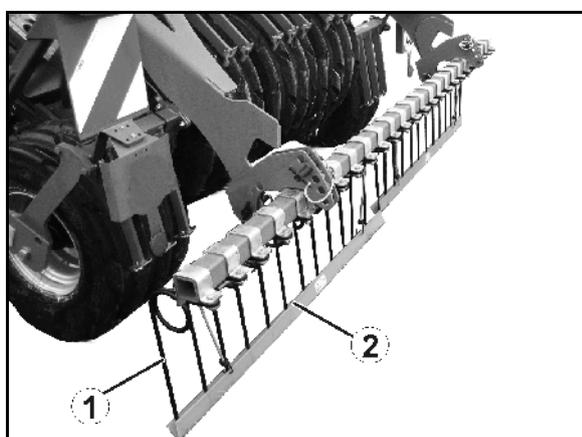

Fig. 8
Recouvreur arrière (Fig. 8/1) :
- Barre de sécurité pour le transport sur route (Fig. 8/2) du recouvreur arrière